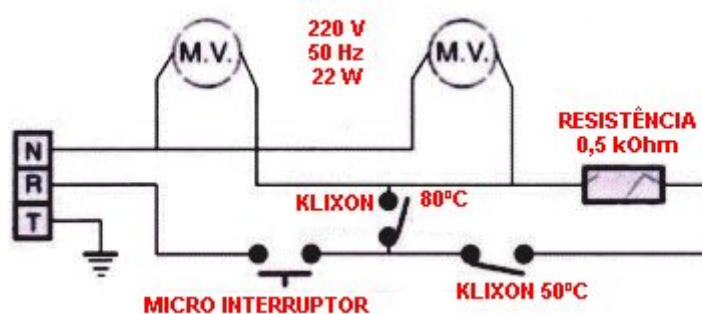

Fig. 13
B) ESQUEMA ELÉCTRICO (Fig. 13)